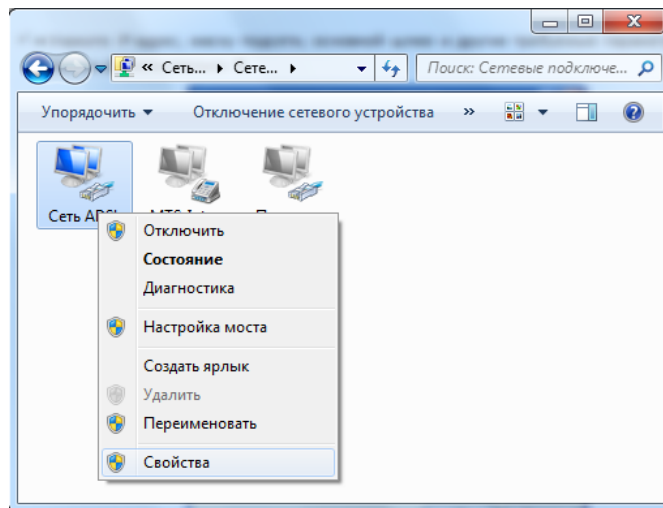

Рис. 2.8. Выбор свойств сетевого подключения ADSL
1. Щелкните правой кнопкой мыши по значку ADSL-подключения и в появившемся меню выберите *Свойства* (рис. 2.8).